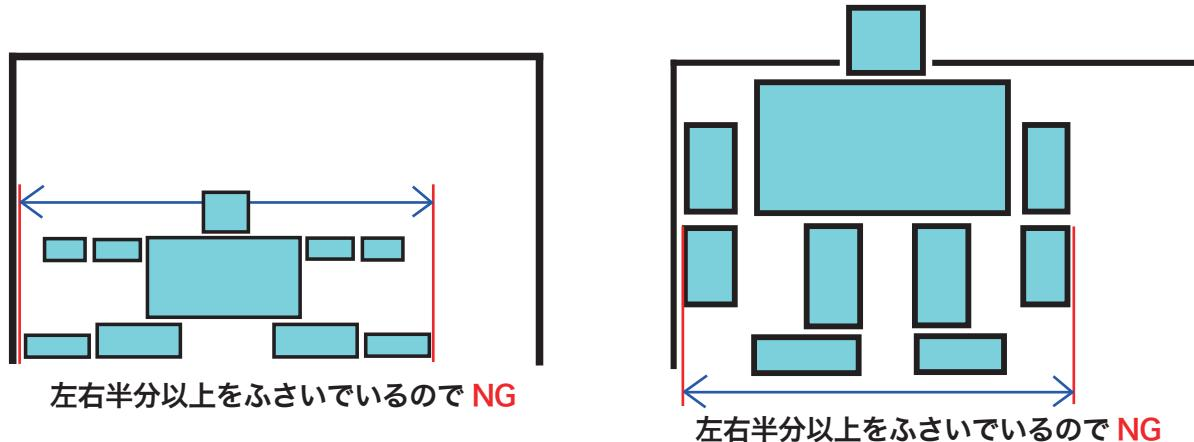

図2：姿勢並びに機体構成について
4. キーパーを務める機体については、ゴールの左右半分以上の面積をふさがないような姿勢並びに機体構成(図2参照)にすること。(途中交代する場合の機体も同様)